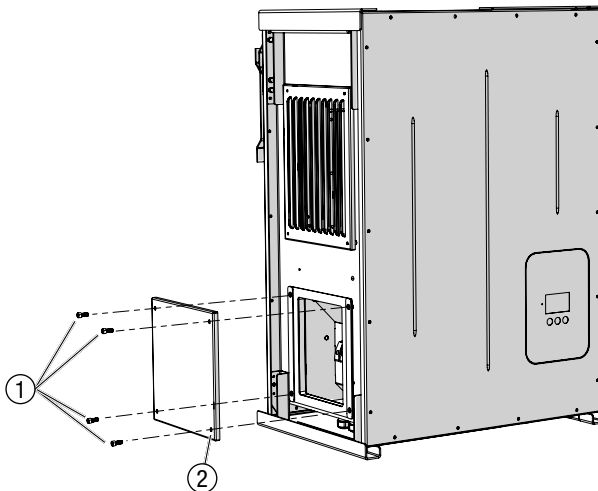

Bild 12 DC-Deckel abnehmen
3. Lösen Sie die M6-Innensechskant-Schrauben (Bild 12/Pos. 1) am DC-Deckel.
4. Nehmen Sie den DC-Deckel (Bild 12/Pos. 2) ab.